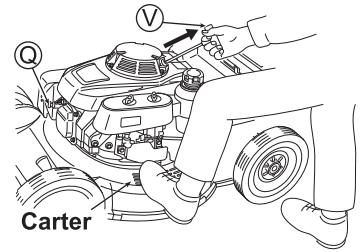

Fig. 13
- Installez le capuchon de la bougie d'allumage (Q). (Voir Fig. 13)
- Pour démarrer le moteur, placez un pied sur la pédale du carter, tirez doucement sur la poignée du lanceur (V) et arrêtez temporairement de tirer lorsque vous sentez une certaine résistance du lanceur, puis tirez fortement sur la poignée du lanceur (V) à partir de cette position. Après cela, faites doucement revenir la poignée du lanceur (V) dans sa position initiale. (Voir Fig. 13)